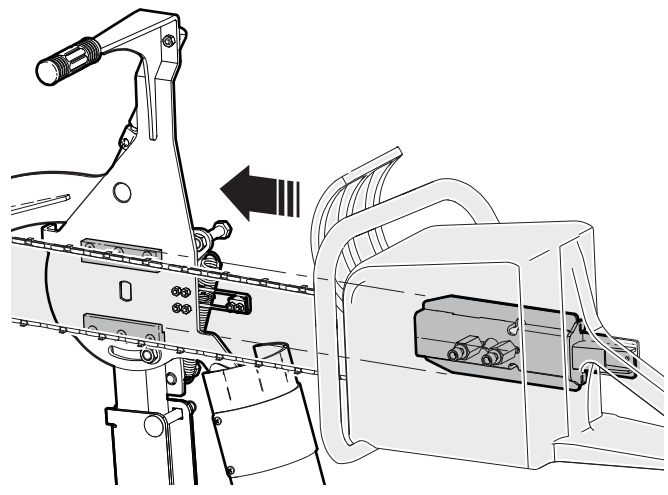

Figure 37 – Mettez la tronçonneuse dans le support pour tronçonneuse
4. Mettez soigneusement la tronçonneuse dans le support. Consultez *Figure 37*.